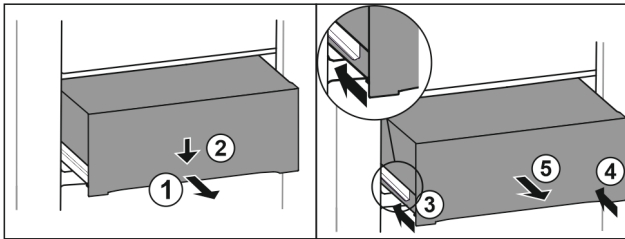

Fig. 100
- ▶ Изтеглетe чекмеджето наполовина. Fig. 100 (1)
- ▶ Натиснете надолу чекмеджето от предната страна. Fig. 100 (2)
- ▶ Вкарайте лявата релса приблизително 2 cm навътре. Fig. 100 (3)
- ▶ Вкарайте дясната релса приблизително 2 cm навътре. Fig. 100 (4)
- ▶ Извадете чекмеджето напред. Fig. 100 (5)